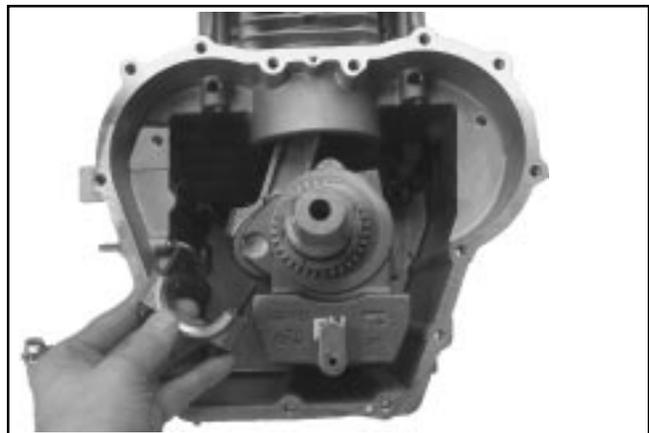

Figure 8-44. Dépose du chapeau de bielle.
2. Retirer les deux vis hexagonales et le chapeau de bielle. Voir la Figure 8-44.